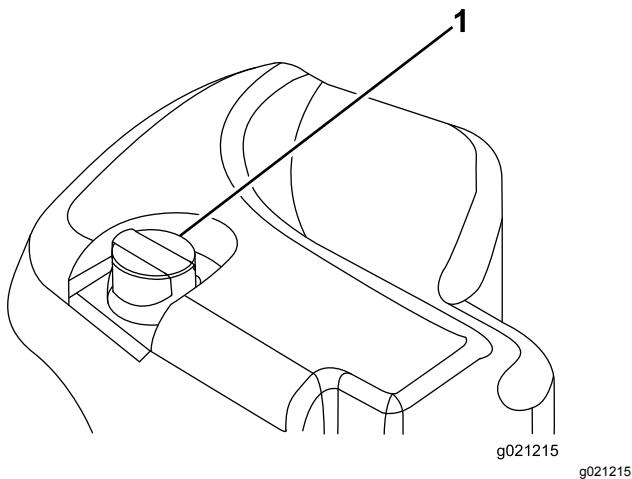

Bild 30
2. Reinigen Sie den Bereich um den Füllstutzen und den Deckel des Hydraulikbehälters (Bild 30). Drehen Sie den Deckel vom Füllstutzen ab.